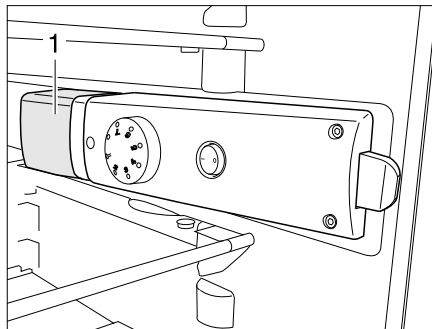

Fig. 381 Lampada del frigorifero
- Afferrare la parte posteriore sotto la copertura della lampada (Fig. 381,1) e sollevarla di ca. 3 mm.